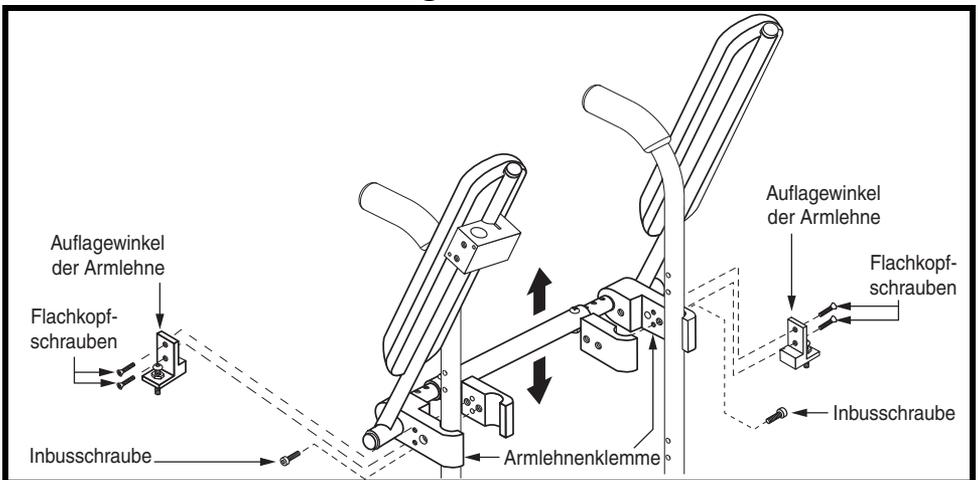

Abbildung 21. Anpassung der Höhe von hochklappbaren Armlehnen
3. Lockern Sie die Halbrundkopfschraube, die sich am Auflegewinkel der Armlehne befindet, oder ziehen Sie sie an. Die Lockerung der Halbrundkopfschraube vergrößert den Armlehnenwinkel, das Anziehen der Halbrundkopfschraube verkleinert ihn. **Siehe Abbildung 21.**
4. Entfernen Sie die zwei (2) Flachkopfschrauben aus dem Auflegewinkel der Armlehne und entfernen Sie den Winkel anschließend. **Siehe Abbildung 21.**
5. Entfernen Sie die Inbusschraube von der Armlehnenklemme. **Siehe Abbildung 21.**
7. Bringen Sie die Inbusschraube wieder an der Armlehnenklemme an. **Siehe Abbildung 21.**
8. Positionieren Sie den Auflegewinkel der Armlehne richtig und bringen Sie anschließend die zwei (2) Flachkopfschrauben wieder an und ziehen Sie sie fest. **Siehe Abbildung 21.**